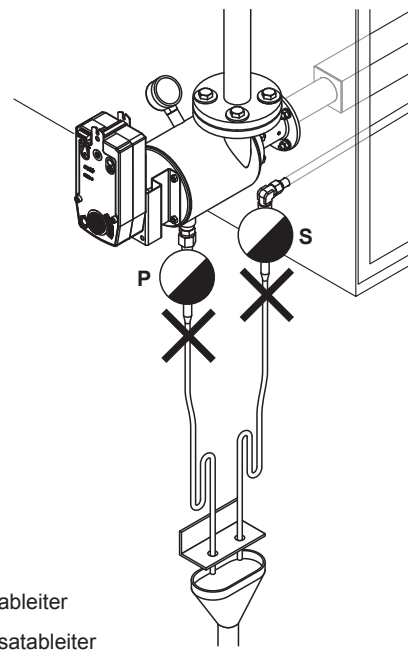

Abb. 48: Nicht korrekt ausgeführte Kondensatableitung
- Das Primärkondensat (Quelle Ventileinheit) muss getrennt vom Sekundärkondensat (Quelle Dampfverteiler) abgeführt werden. Das heisst, die beiden Kondensatablaufleitungen dürfen bis zum offenen Ablauftrichter/Bodenablauf nicht zusammengeführt werden (siehe Abb. 48). Andernfalls ist es möglich, dass das unter höherem Druck stehende Primärkondensat über die Sekundärkondensatleitung in den Dampfverteiler gedrückt wird und im schlimmsten Fall diesen flutet. Ebenfalls erhöht sich die Gefahr von Dampfschlägen, da das heissere Primärkondensat auf das Sekundärkondensat trifft.